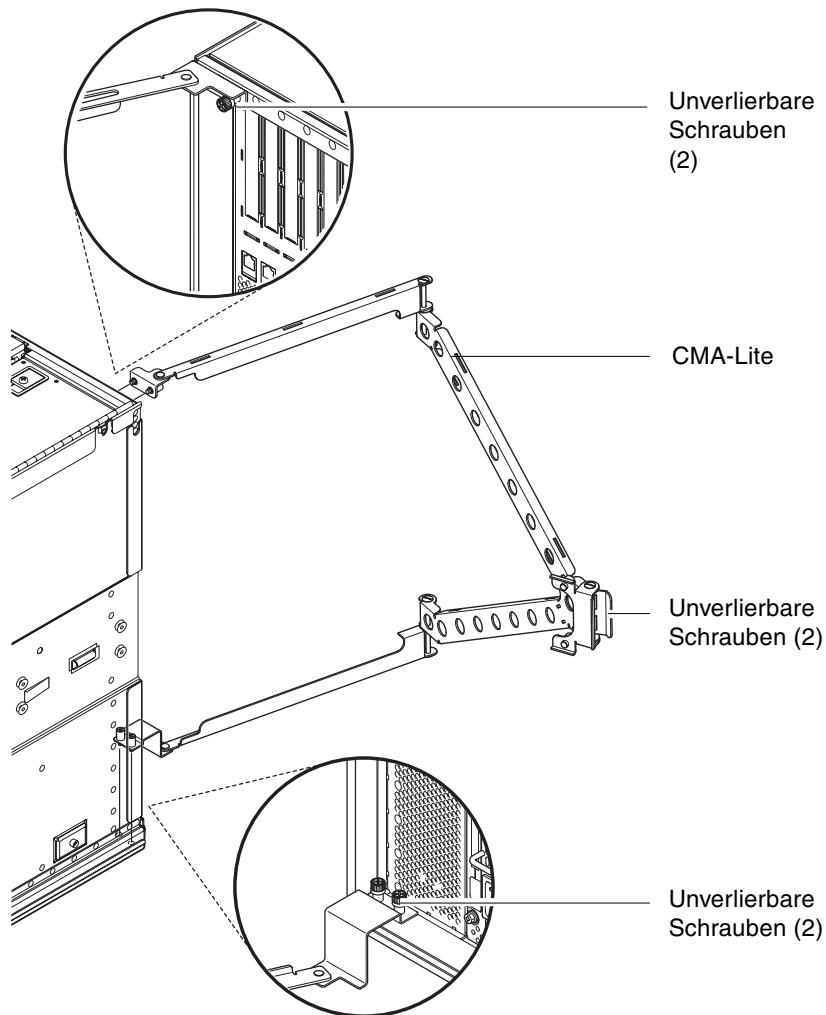

ABBILDUNG 1-16 Kabelführungsarm CMA-Lite
1. Befestigen Sie das Drehgelenk, das sich am Ende des oberen Arms befindet, mit zwei unverlierbaren Schrauben oben an der Systemrückseite (ABBILDUNG 1-16).